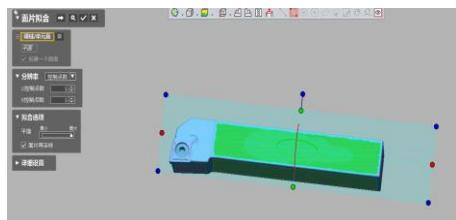
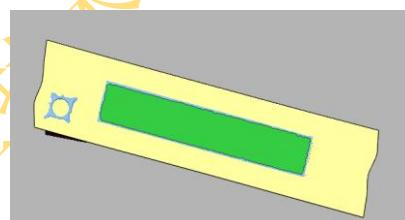

图 4.33 面片拟合设定
图 4.34 创建的片体
2) 点击菜单栏模型 > 面片拟合图标 ，弹出面片拟合对话框，选择领域，分辨率为控制点数，U、V 控制点数均为 5，平滑条拖到最大，如图 4.33 所示，点击确定创建片体如图 4.34 所示。